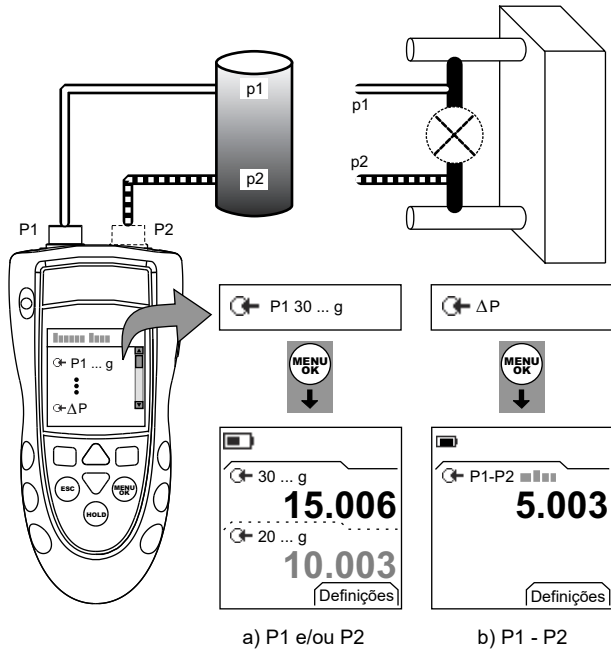

Figura 2: Configuração de exemplo – Medida de pressão
1. Conecte o instrumento (Figura 2) e, se necessário, ajuste a *Configuração* (Tabela 1).
Os exemplos na Figura 2 mostram:
1. Conecte o instrumento à pressão padrão (Figura 2).